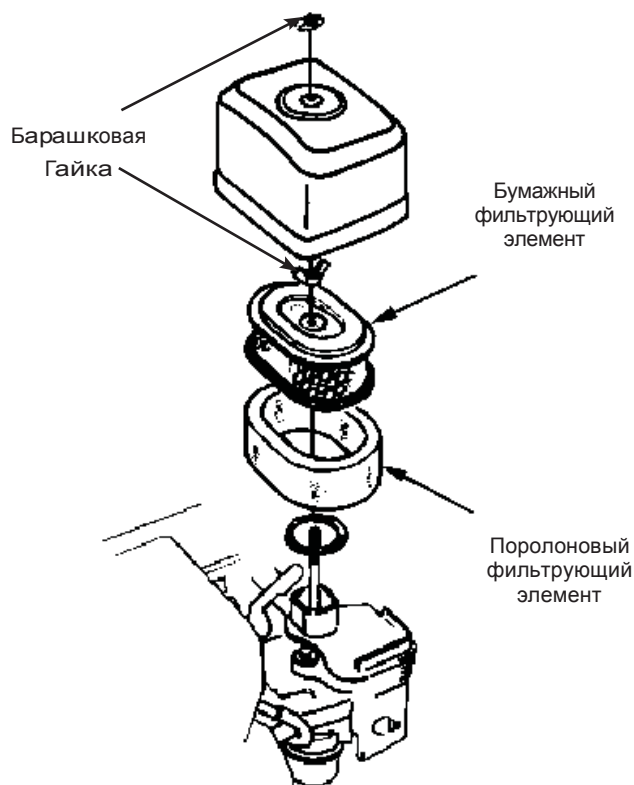

рис.10
1. Открутить барашковые гайки и снять крышку воздушного фильтра и фильтр(рис.10)